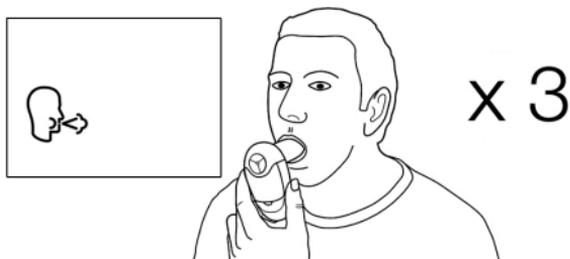

Abbildung 3: Halten des Gerätes während des Tests
2. Das Gerät einschalten. ①
4. Wenn das Gerät bereit für den Test ist (👤), mit erhobenem Kopf so tief wie möglich einatmen und den Vitalograph Lung Monitor, wie in Abbildung 3 dargestellt, vor den Mund halten.